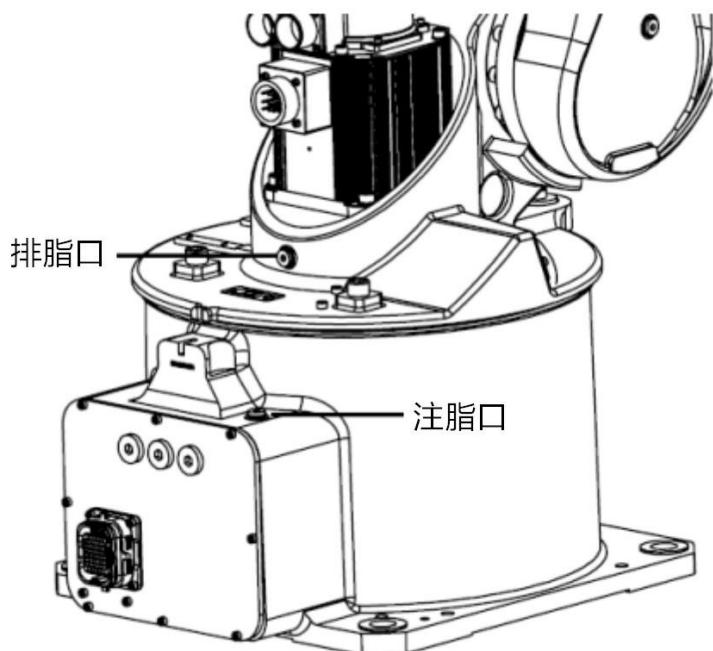

图 11-7 更换 J1 轴减速器润滑脂
- 步骤4. 拆下排脂口密封螺塞和密封垫圈，如图 11-7 所示。